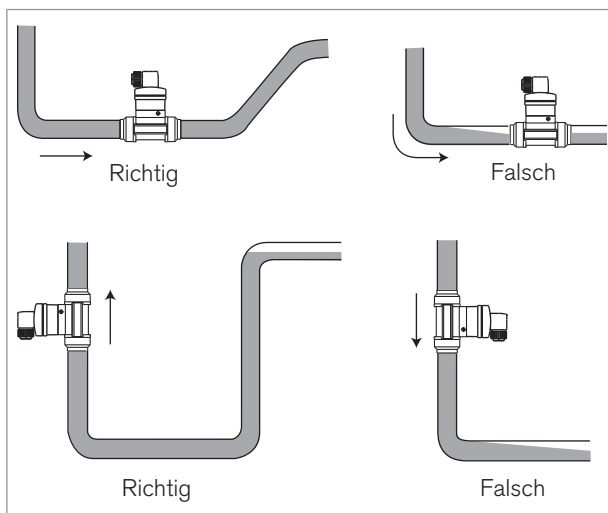

Bild 5: Zusätzliche Installationempfehlungen
- Das korrekte Befüllen der Rohrleitung gewährleisten (siehe Bild 5).